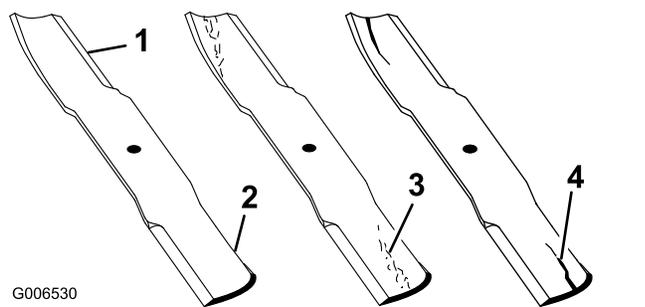

Figura 65
1. Controllate i taglienti (Figura 65).
4. Se notate incrinature, usura o scanalature in questa zona, montate immediatamente una nuova lama (Figura 65).